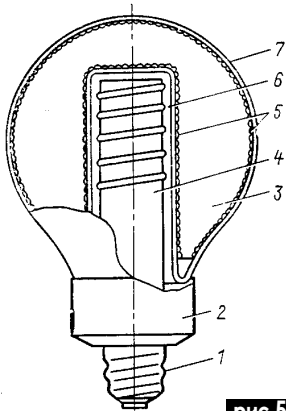
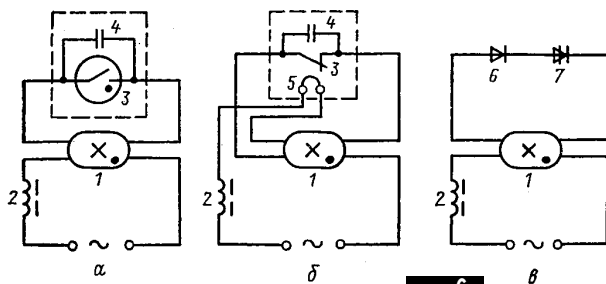

рис.5
рис.6
Анализ показал, что в настоящее время наиболее целесообразно использовать конструкцию с соленоидальным индуктором и внешним по отношению к нему расположением разрядного объема. Конструкция подобной лампы показана на рис.5, где 1 - цоколь E-27; 2 - блок автогенератора; 3 - наполнение, ртуть и инертный газ, 4 - соленоидальный индуктор; 5 - люминофорный слой; 6 - цилиндрическая полость в колбе; 7 - стеклянная колба. Экспериментальные образцы безэлектродных КЛЛ с соленоидальным индуктором (на частоте 18 МГц) мощностью 30 Вт на сетевое напряжение 220 В 50 Гц с диаметром внешней колбы 75-85 мм имеют световую отдачу 30-40 лм/Вт. При этом ферритовый сердечник разогревается до 300°C.
Для облегчения зажигания ламп, работающих в сети без дополнительного трансформатора, широко применяют предварительный нагрев электродов до температуры, обеспечивающей термоэмиссию, достаточную для зажигания разряда при более низких напряжениях. Нагрев производится путем их кратковременного включения в цепь тока, что достигается замыканием контакта соответствующего устройства (стартера, динистора и др.). При последующем размыкании контакта возникает импульс напряжения, превышающий напряжение сети. Этот импульс, приложенный к лампе с еще не успевшими остыть электродами, должен зажечь в ней разряд. Для этого нужно, чтобы импульс имел некоторую минимальную амплитуду и энергию. Наиболее распространенные стартерные схемы включения ламп в сеть через дроссель показаны на рис.6 (а - схема с ключом или стартером тлеющего разряда; б - с термобиметаллическим стартером; в - с простейшим электронным стартером). Обозначения на рис.6: 1 - люминесцентная лампа; 2 - дроссель; 3 - ключ или контакты стартера; 4 - конденсатор; 5 - нагреватель; 6 - диод; 7 - ди-
2. В статье В.Р.Полянчика “Одна схема: регулирование силы струмы, электричного зварювання, зарядки аккумуляторов, пусковой пристрой для автомобиля” (“Электрик” 12/2000, стр.7-9) на стр.8 во втором абзаце в левой колонке должна быть ссылка не на рис.4, а на рис.5; на схемах рис.5 и 6 тиристор VS1 типа T112-10 (или T112-16), тиристоры VS2, VS3 типа ТЛ200, диоды VD3, VD4 типа КД226 или КД243, диоды VD5, VD6 типа ВЛ200; на рис.6 связь между анодами VD5 и VD6 должна отсутствовать (как на рис.5).